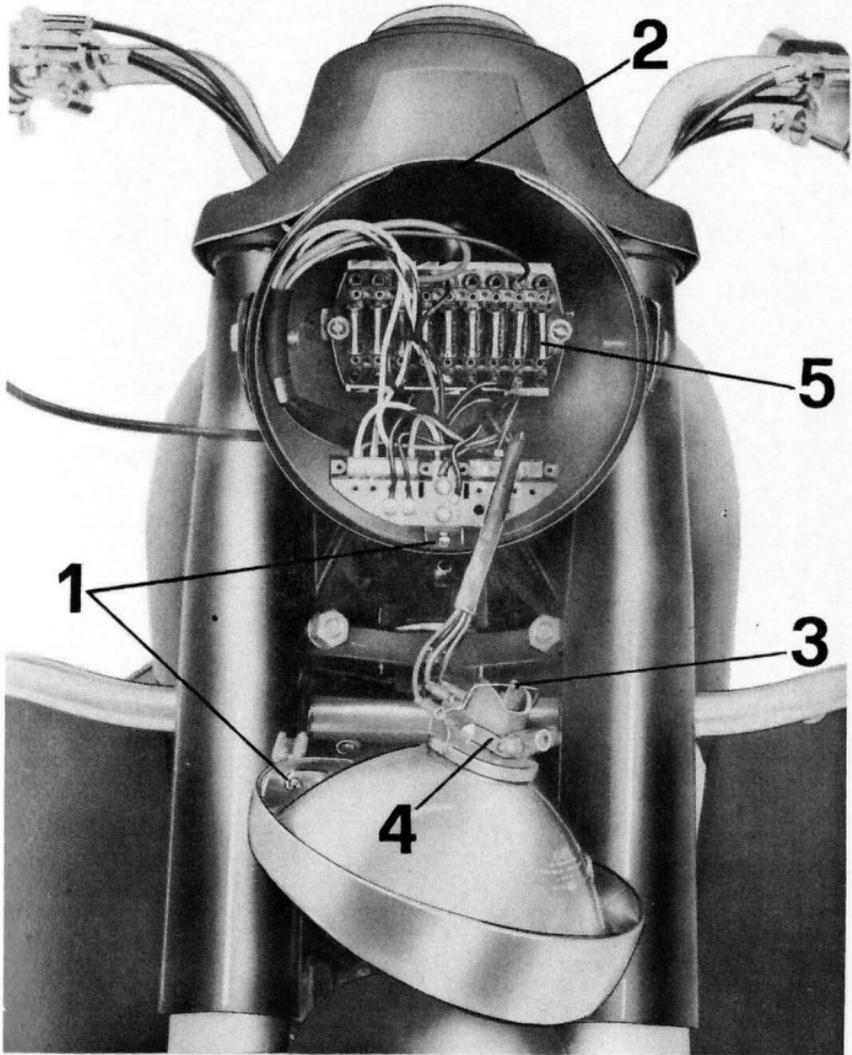

Fig. 36
(vedere fig. 36)**
Valvole di protezione dell'impianto elettrico «fusibili» (vedere 5 di fig. 36)
Le valvole sono poste sulla morsettiera all'interno del faro, per accedere alle valvole, occorre svitare la vite (1) che tiene la ghiera del gruppo ottico e sfilarla dall'orecchietta superiore (2) «vedere fig. 36».